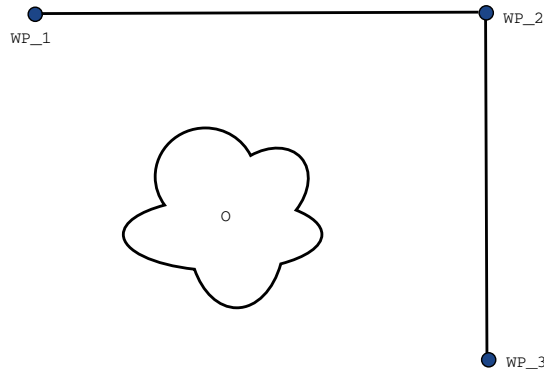

Abbildung 14.2: WP_1: Ausgangsstellung, WP_2: Zwischenziel, WP_3: Aufnahmeposition, O: Hindernis.
Beispiel Betrachten wir beispielsweise eine Pick-and-Place-Anwendung (siehe Abbildung 14.2), bei der sich der Roboter aktuell am Wegpunkt 1 (WP_1) befindet und ein Objekt am Wegpunkt 3 abholen (WP_3) soll. Um Kollisionen mit dem Objekt und anderen Hindernissen (O) zu vermeiden, muss sich der Roboter WP_3 aus der Richtung von Wegpunkt 2 kommend (WP_2) nähern. Es werden also drei Wegpunkte für die Bahn einbezogen, um die Anforderungen zu erfüllen.